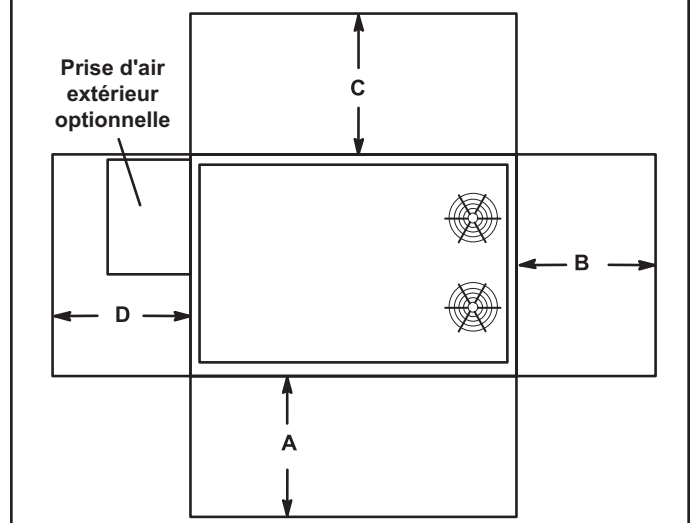

FIGURE 1
Reportez-vous aux dégagements de l'unité à la FIGURE 1.
- 2 - Les dégagements d'installation spécifiés doivent être respectés lors de l'installation de l'unité. Reportez-vous à la FIGURE 1.